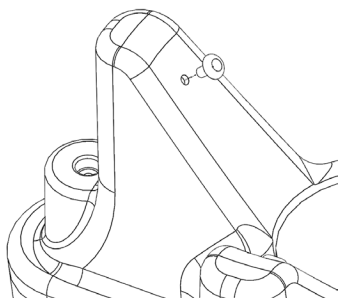

Рис. 8 – Места установки подпятников
3. Вставьте подпятники в отверстия на подставке (Рис. 8).